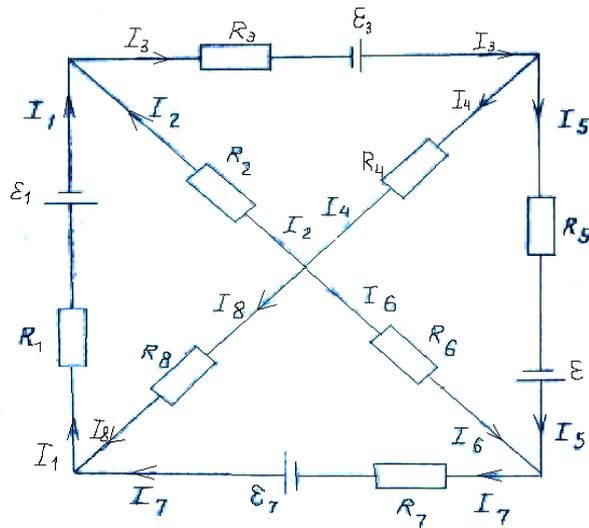

Рис. 1.
На схеме рассчитываемой цепи (рис. 1) направление сил токов задают произвольно. После чего силы токов, притекающих к данному узлу берут со знаком плюс, а силы токов, вытекающих из узла - со знаком минус. Если по завершении расчетов некоторые силы токов оказываются отрицательными величинами, это означает, что их направления были выбраны неправильно, и на схеме их следует заменить на токи, направленные противоположно. Чтобы получить вторую группу уравнений, воспользуемся выражением для напряжения на участке цепи, включающем проводник и источник электродвижущей силы. Для произвольно выбранного  $j$ -го участка цепи равенство запишется в виде:
Рассмотрим любую замкнутую цепь, входящую в состав сложной электрической цепи (рис. 1). Просуммируем для этой цепи левые и правые части выражения (3). Учитывая, что сумма разностей потенциалов для замкнутой цепи равна нулю, получим:
2. Для  $l$  узлов цепи записывается  $l-1$  уравнений (1).
3. Составляются уравнения (4) с учетом сформулированного выше правила знаков. Полное число уравнений (1) и (4) для нахождения  $N$  сил тока, очевидно не должно превышать  $N$ . Если уравнений оказывается больше, следует проверить, не являются ли часть из них следствием других уравнений.
4. Уравнения (1) и (4) решаются совместно.
5. Если при решении системы часть сил токов оказывается отрицательной, это означает, что знаки при них в (1) и (4) а, следовательно, и их направления, были выбраны неправильно. Знаки и направления следует заменить на противоположные.
Приведем запись уравнений (1) и (4) для электрической цепи, схема которой показана на рис. 1. Для пяти узлов следует записать четыре уравнения (1) в виде: